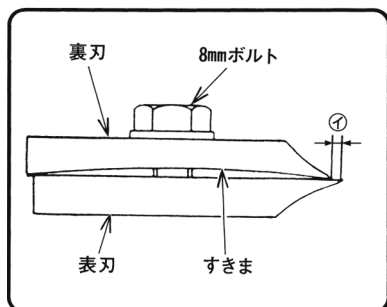
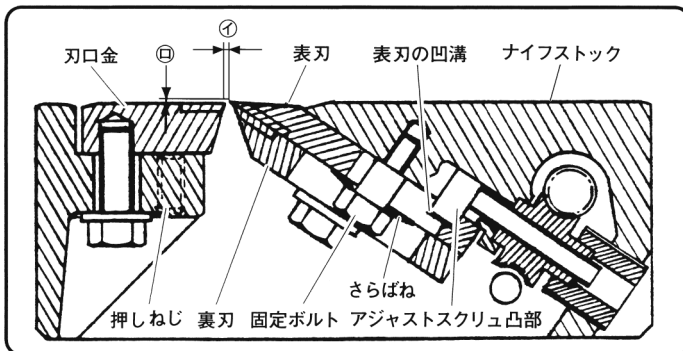

図 23
図 30
(1) 研磨刃仕様品の場合
① 木材の用途（柱および板など）に合わせて表刃の刃先が裏刃の刃先から①寸法出るように調整してから，4個の8mmボルトを付属の13mmボックススパナで締付けます。（図23）
- ①寸法 柱…… 0.4～0.5mm
② 表刃と裏刃の合わせ面は図23のようにすきまがあり，刃先の部分が開かないようになっています。締めすぎると刃先の部分が開き，木材の切断面に逆目ができることがありますのでご注意ください。
① 図23のように組立てしたかなな刃（表刃・裏刃）の表刃凹溝をアジャストスクリュの凸部（図30参照）に入れ、ターンテーブルに取付けます。